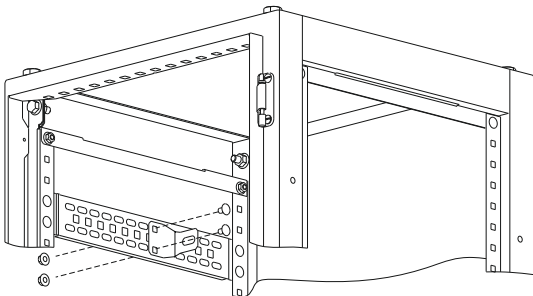

Рисунок 12
8.3.2 Придерживая болт, вставьте его с кронштейном в паз рейки боковой и закрепите гайкой М6 (рисунок 12).